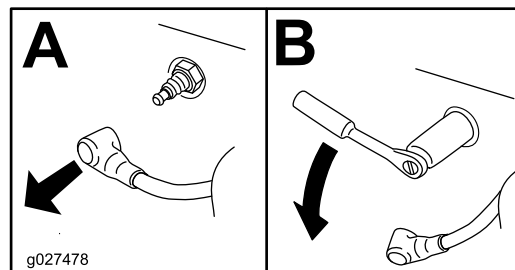

Figura 47
4. Retire la bujía (Figura 47).